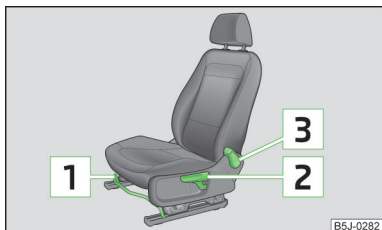

Fig. 55
- ▶ Trageți maneta (în zona sa centrală) **1** » fig. 55 în sus și deplasați simultan scaunul în poziția dorită.
- ▶ Dacă doriți să ridicați scaunul, ridicați maneta **2** » fig. 55 în sus, respectiv pompați.
- ▶ Scoateți de sub sarcină spătarul (nu vă rezemați), trageți maneta **3** » fig. 55 în jos și setați cu spinarea înclinarea dorită a spătarului.